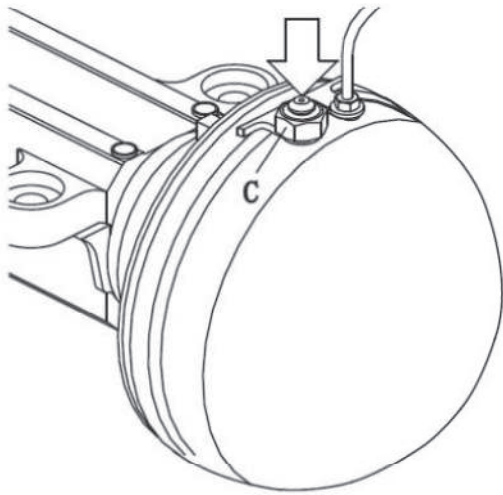

Fig. 5-35 Tapón de purga de aire
La ventilación del sistema de frenos se completa con la coordinación de dos personas, una presiona el pedal del freno izquierdo hasta el fondo para aumentar la presión de frenado. Pise el pedal del freno y suéltelo, la otra persona afloje el tornillo de purga de aire ② en medio círculo para que el aceite rebose (ver fig. 5-35).